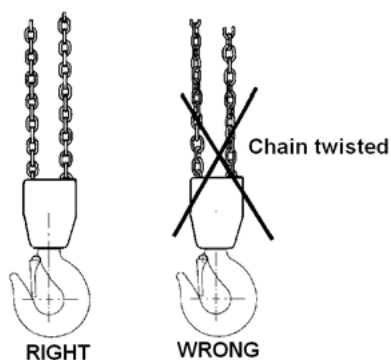

Fig. 5 The chain must not be twisted
- Łańcuch nie może być zapętlony lub skręcony. W przypadku wciągników łańcuchowych z podwójnym przeplotem (6,3 t) występuje zagrożenie skręcenia łańcucha, jeżeli dolny moduł haka zostanie zapętlony przez zawiesz łańcuchowe (zazwyczaj podczas ponownego instalowania lub przenoszenia wciągnika do innej stacji roboczej). Patrz rys. 5.